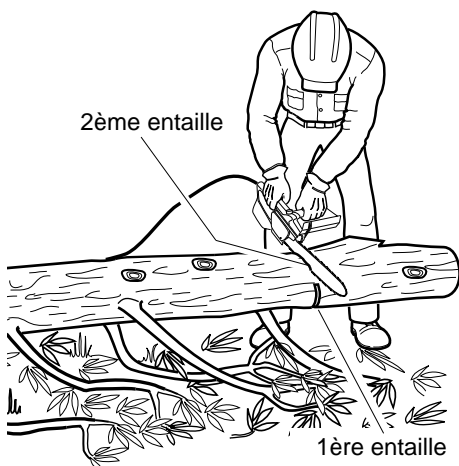

Figure 15 - Tronçonnage d'une bille soutenue à une extrémité
1. Faire la première entaille sur le dessous de la bille. (Voir la figure 15.) Pour ce faire, utiliser le haut de la lame-guide. Scier sur le tiers du diamètre de la bille. Cette entaille permet d'éviter la production d'éclats de bois.